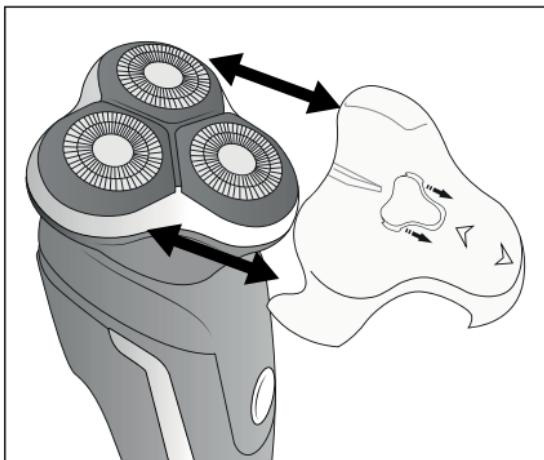

Fig. 1
- ◆  Staccare il cappuccio di protezione 1 sfilandolo verso il basso dall'unità di taglio 2 (vedere fig. 1).